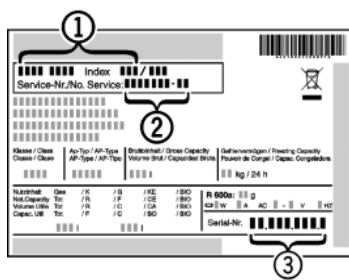

Fig. 20
- ▶ Leggere la denominazione dell'apparecchio Fig. 20 (1), il numero di assistenza Fig. 20 (2) e il numero di serie Fig. 20 (3) dalla targhetta identificativa.